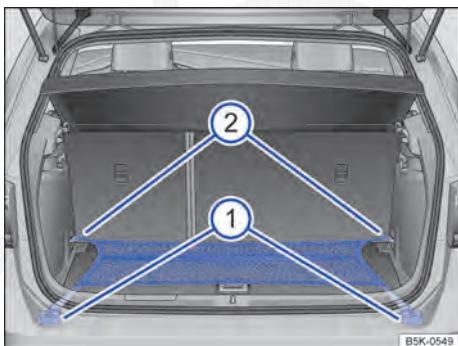

Fig. 98 No compartimento de bagagem: rede para bagagem presa de forma plana.
- Se for o caso, rebater o olhal de amarração dianteiro para fora → Fig. 98 ②.
- Prender os ganchos da rede para bagagem nos olhaias de amarração ② ⇒ . O zíper da rede para bagagem deve estar voltado para cima.
- Suspender o gancho da rede para bagagem nos olhaias de amarração ①.